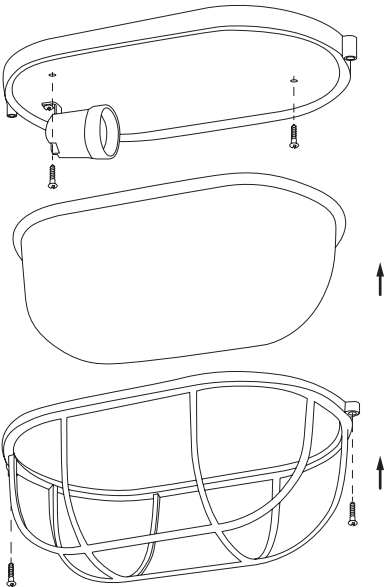

Рис. 1
3. Открутив два винта по периметру светильника, снимите прижимное кольцо (для мод. 002 - защитную решетку), а затем снимите рассеиватель (Рис. 1).